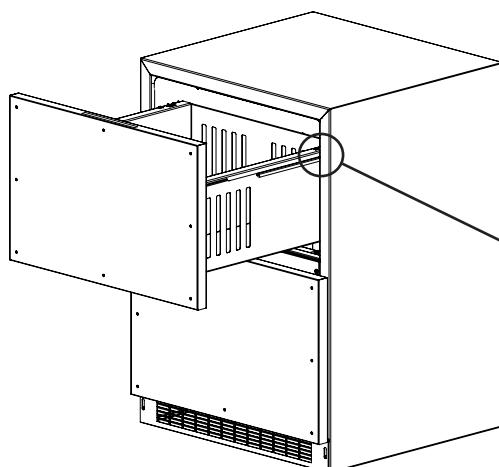
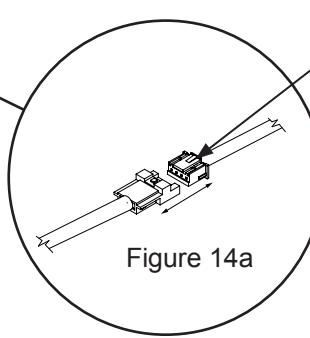
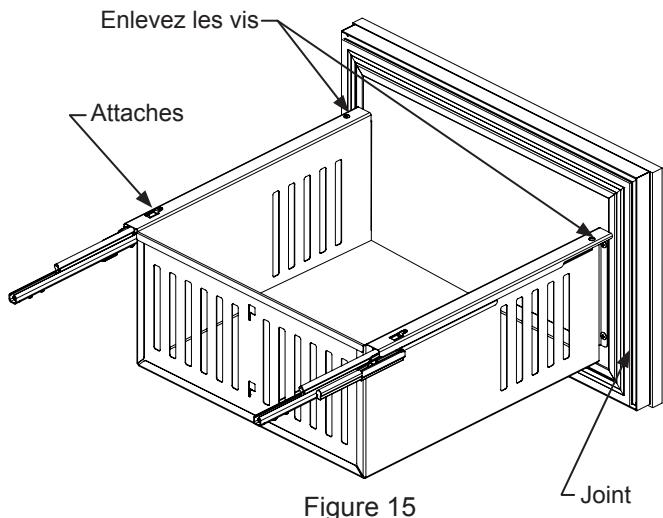
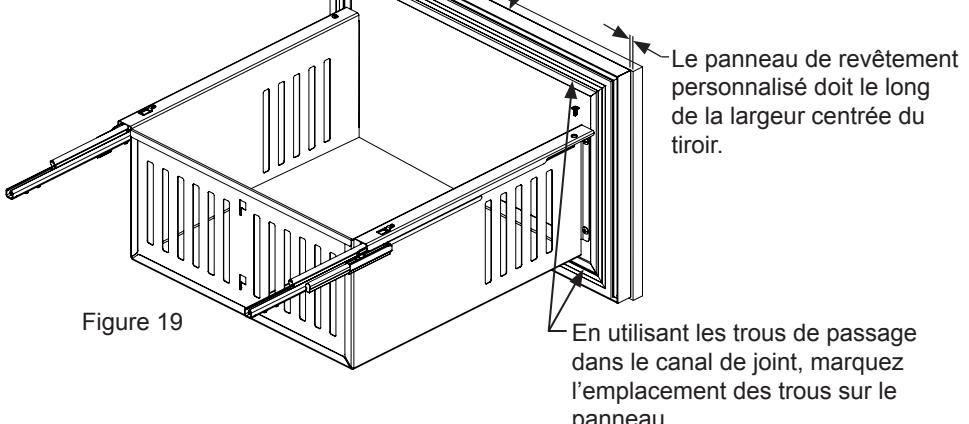

Figure 14
Figure 14a
Figure 15
Figure 19
1. Commencez par tirer le tiroir du haut (Voyez la Figure 14). Enlevez les vis fixant le tiroir aux glissières (Voyez la Figure 15). Tirez le tiroir vers l'avant, faites-le pivoter vers le haut en le sortant pour dégager les attaches à l'arrière du tiroir. Déplacez le tiroir vers l'avant d'environ 1 po (2,5 cm) et posez-le sur les glissières. À l'angle arrière droit du tiroir débranchez le faisceau de fils d'éclairage (Voyez la Figure 14a). Sortez le tiroir du meuble en le soulevant hors des glissières. Recommencez la séquence pour le tiroir du bas en omettant les instructions sur le faisceau car il n'en comporte pas.
2. Retirez le séparateur de tiroir du tiroir du haut et enlevez le joint de l'avant du tiroir. (Voyez la Figure 15). Pour cela sortez-le du canal qui le retient sur l'avant du tiroir. Cela va exposer les trous de traversée pour le montage du panneau de revêtement (Voyez la Figure 19).
- Placez le panneau de revêtement sur la face avant du tiroir et alignez les bords (Voyez la Figure 19 ci-dessous). Le panneau de revêtement personnalisé doit arriver au même niveau que le haut du tiroir, et le long de la largeur centrée du tiroir. Maintenez le panneau en position et marquez l'emplacement des avant-trous. Récupérez la taille requise des avant-trous dans le Tableau A ci-dessous, et percez-les en vous assurant de ne pas traverser complètement le panneau de revêtement.